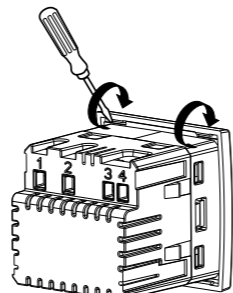

Abb. 1
2. Führen Sie die Spitze eines Schraubendrehers in die in Abb. 1 gezeigte Stelle ein. 1 durch leichtes Hebeln, um die Verriegelungszähne der Frontplatte zu lösen.